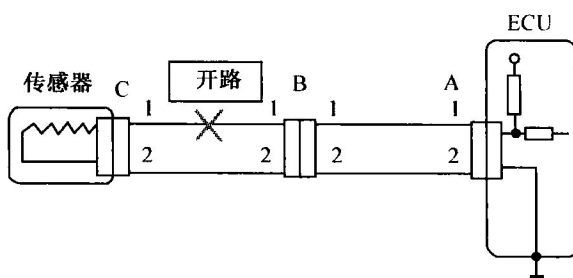

图2-1-1 线路断路检查
如果图2-1-1所示的配线有断路故障，可用“检查导通”或“检查电压”的方法来确定断路的部位。
1) 脱开连接器B和C，测量它们之间的电阻值 (如图2-1-1所示)。若连接器A端子1与连接器C端子1之间的电阻值为 ∞ ，则它们之间不导通 (断路)；若连接器A端子2与连接器C端子2之间的电阻值为 $0\ \Omega$ ，则它们之间导通 (无断路)。